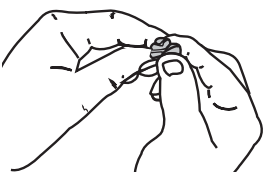

Fig. 23
5. Pressez le filtre pour répartir et drainer l'excédent d'huile (Fig. 23).